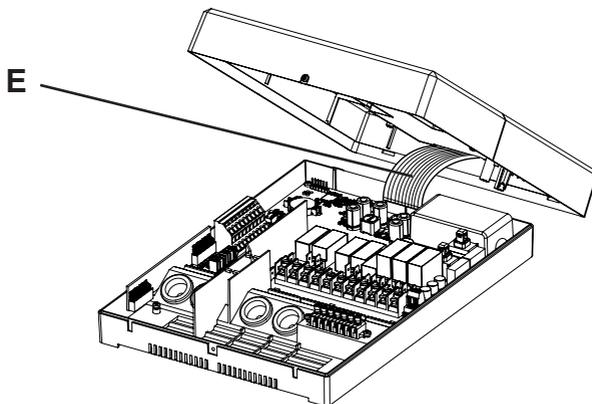

Рис. 3 Вытягивание плоского кабеля
3. Осторожно потянуть плоский кабель **E**, чтобы освободить его из гнезда для подключения (**Рис. 3**).